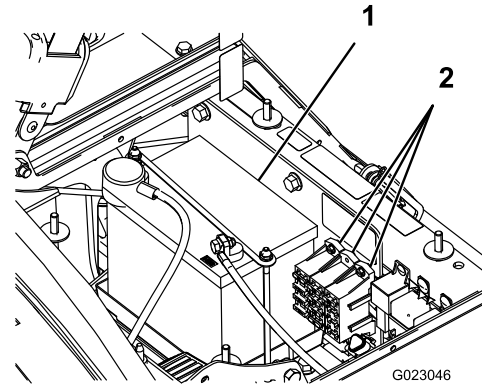

Bild 32
Die Elektroanlage hat zwei Sicherungsblöcke und einen leeren Schlitz. Sie befinden sich unter dem Sitz (Bild 32).
2. Die Batterie befindet sich an der rechten Seite der Maschine hinter der Pumpe (Bild 32).
5. Nehmen Sie die Batteriehalterungen und -befestigungen ab (Bild 32).
2. Setzen Sie die Batteriehalterung auf und befestigen Sie sie mit den drei vorher entfernten Befestigungen (Bild 32).
4. Setzen Sie die Batterieabdeckung auf und befestigen Sie sie mit den zwei Handrädern (Bild 32).
1. Lösen Sie die Handräder an beiden Seiten des Batteriekastens und nehmen Sie die Batterieabdeckung ab (Bild 32).